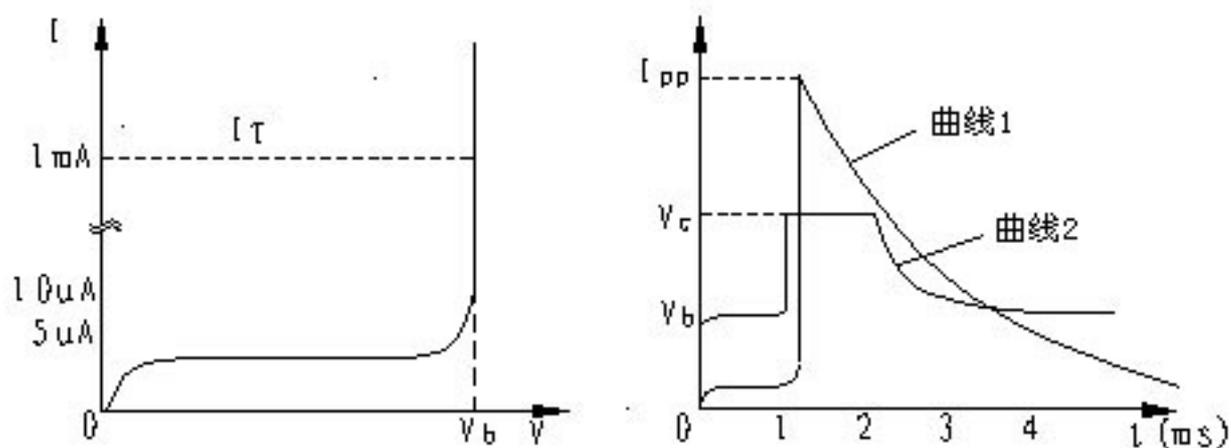
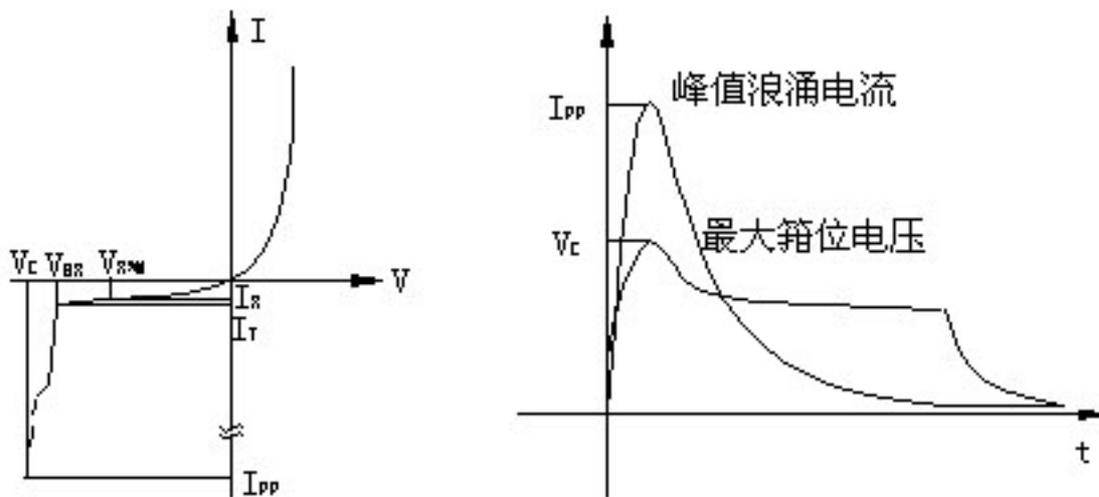

图 1-TV S 特性曲线
图2-TVS特性及参数
典型的肖特基整流管的内部电路结构如图 1 所示。它是以 N 型半导体为基片，在上面形成用砷作掺杂剂的 N-外延层。阳极(阻挡层)金属材料是钼。二氧化硅(SiO₂)用来消除边缘区域的电场，提高管子的耐压值。N 型基片具有很小的通态电阻，其掺杂浓度较 H-层要高 100% 倍。在基片下边形成 N⁺阴极层，其作用是减小阴极的接触电阻。通过调整结构参数，可在基片与阳极金属之间形成合适的肖特基势垒，当加上正偏压 E 时，金属 A 和 N 型基片 B 分别接电源的正、负极，此时势垒宽度 W₀ 变窄。加负偏压 -E 时，势垒宽度就增加，见图 2。
稳压二极管(又叫齐纳二极管)它的电路符号是:此二极管是一种直到临界反向击穿电压前都具有很高电阻的半导体器件.在这临界击穿点上,反向电阻降低到一个很少的数值,在这个低阻区中电流增加而电压则保持恒定,稳压二极管是根据击穿电压来分档的,因为这种特性,稳压管主要被作为稳压器或电压基准元件使用.其伏安特性见图 1,
1、浪涌保护电路(如图 2):稳压管在准确的电压下击穿,这就使得它可作为限制或保护之元件来使用,因为各种电压的稳压二极管都可以得到,故对于这种应用特别适宜.图中的稳压二极管 D 是作为过压保护器件.只要电源电压 V_S 超过
如果用图示仪观察 TVS 的特性，就可得到图 1 中左图所示的波形。如果单就这个曲线来看，TVS 管和普通稳压管的击穿特性没有什么区别，为典型的 PN 结雪崩器件。但这条曲线只反映了 TVS 特性的一个部分，还必须补充右图所示的特性曲线，才能反映 TVS 的全部特性。这是在双踪示波器上观察到的 TVS 管承受大电流冲击时的电流及电压波形。图中曲线 1 是 TVS 管中的电流波形，它表示流过 TVS 管的电流由 1 mA 突然上升到峰值，然后按指数规律下降，造成这种电流冲击的原因可能是雷击、过压等。曲线 2 是 TVS 管两端电压的波形，它表示 TVS 中的电流突然上升时，TVS 两端电压也随之上升，但最大只上升到 V_c 值，这个值比击穿电压 V_{BR} 略大，从而对后面的电路元件起到保护作用。
TVS 在电路中和稳压管一样，是反向使用的，图 2 所示为单向 TVS 的工作曲线图。
反向恢复时间 t_r 的定义是：电流通过零点由正向转换到规定低值的时间间隔。它是衡量高频续流及整流器件性能的重要技术指标。反向恢复电流的波形如图 1 所示。IF 为正向电流，IRM 为最大反向恢复电流。Irr 为反向恢复电流，通常规定 $I_{rr}=0.1I_{RM}$ 。当 $t \leq t_0$ 时，正向电流 $I=I_F$ 。当 $t > t_0$ 时，由于整流器件上的正向电压突然变成反向电压因此正向电流迅速降低，在 $t=t_1$ 时刻， $I=0$ 。然后整流器件上流过反向电流 IR，并且 IR 逐渐增大；在 $t=t_2$ 时刻达到最大反向恢复电流 IRM 值。此后受正向电压的作用，反向电流逐渐减小，并在 $t=t_3$ 时刻达到规定值 Irr。从 t_2 到 t_3 的反向恢复过程与电容器放电过程有相似之处。
20A 以下的快恢复及超快恢复二极管大多采用 TO-220 封装形式。从内部结构看，可分成单管、对管（亦称双管）两种。对管内部包含两只快恢复二极管，根据两只二极管接法的不同，又有共阴对管、共阳对管之分。图 2(a)是 C20-04 型快恢复二极管（单管）的外形及内部结构。(b)图和(c)图分别是 C92-02 型（共阴对管）、MUR1680A 型（共阳对管）超快恢复二极管的外形与构造。它们均采用 TO-220 塑料封装，主要技术指标见表 1。